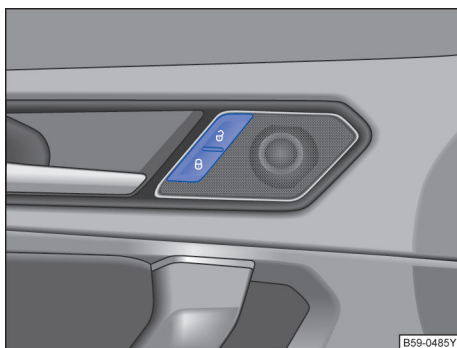

图 52 驾驶员侧车门内：中央门锁按钮
行驶车速超过 15km/h 时汽车自动锁止→第 32 页。锁止汽车后中央门锁按钮里的指示灯  以黄色点亮→图 52。
如短时间内反复按压汽车钥匙上的按钮→图 51 或中央门锁某个按钮→图 52，则中央门锁系统将暂时关闭，防止系统过载。然后汽车处于解锁状态约 30 秒钟。在此期间，若未打开车门或行李厢盖，随后汽车将自动锁止。 <
按压按钮→图 52：
- 按压 ② 按钮→图 52。